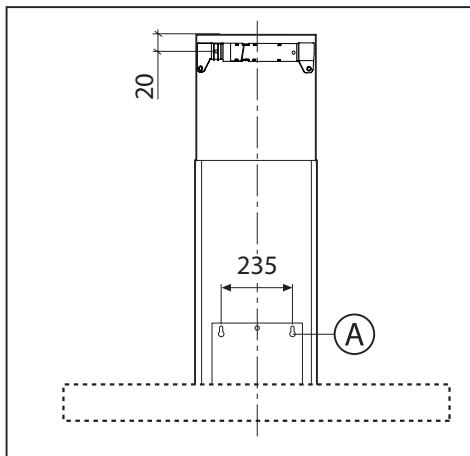

Fig.2
- Borra hålen **A** och ta hänsyn till de angivna mätten (Fig.2).
-Fäst sedan fästet i taket med skruvarna **A** (Fig.4) så att det är i linje med din spiskåpa och ta hänsyn till avståndet till taket som anges i Fig.2.